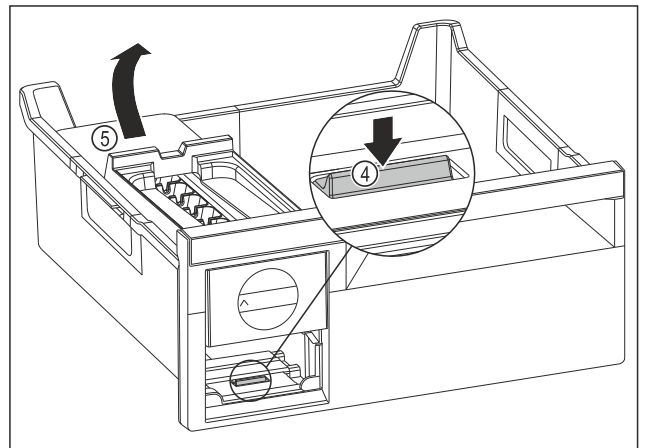

Fig. 89
- ▶ Extraer el cuerpo del EasyTwist-Ice: Presionar la lengüeta Fig. 89 (4) con los dedos hacia abajo subiendo al mismo tiempo por detrás con la otra mano el cuerpo del EasyTwist-Ice Fig. 89 (5).